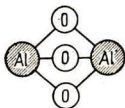

Abb. 486.  $Al_2O_3$
2. Das Oxyd. Erhitzt man Aluminiumpulver an der Luft, so entsteht ein flaumiges weißes Pulver, die Tonerde  $Al_2O_3$  (Abb. 486).